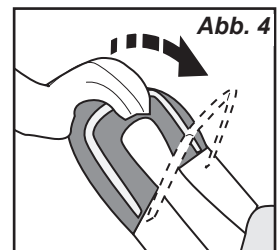
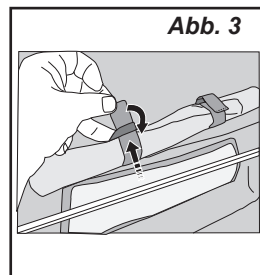

Abb. 4
Abb. 3
1. Tragen Sie außer Kontrolle geratenen Bremse durch die Freigabe Ausreißer Bremsstange (Abb. 4).
1. Lassen Sie außer Kontrolle geratenen Bremsstange (Abb. 4).
1. Öffnen Sie Seiten der Überdachung um Kinderwagen Griff durch Ziehen Stoff Klettverschlüsse auseinander (1) (Abb. 3).
2. Ziehen Rückseite Baldachin nach oben aus der Öffnung zwischen Kinderwagen Griff und Unterstützung (2) behandeln.
4. Entfernen hinteren Haubenrohr (kurzes Rohr) durch Drücken Rückhalteklappe in (1) und verschiebbare Rück Vordach Rohr nach oben (2) (Abb. 4).
6. Entfernen Sie Hauptkappe Rohr (langes Rohr) durch Drücken Rückhalteklappe in (1) und Schiebepauptkappe Rohr bis (2) (Abb. 4).
2. Gewinde Klettverschluss durch genähte Schlaufe am hinteren Rand der Baldachin, umklappen genähte Schlaufe und drücken Band zusammen (Abb. 3).